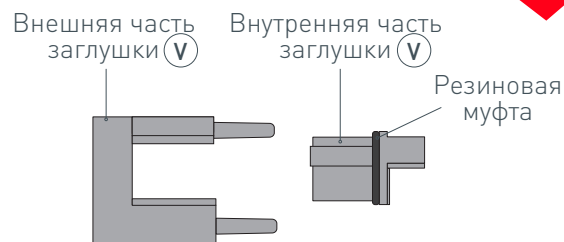
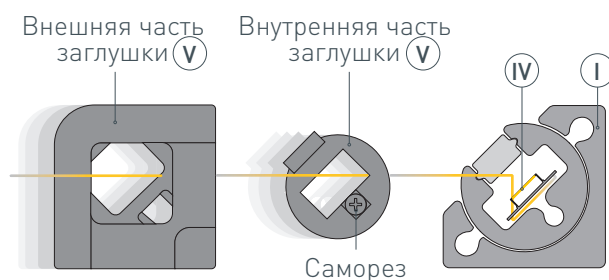

Рис. 3. Компоненты заглушки (V), вид сверху
Рис. 5. Установка внешней части заглушки (V) на профиль (I), вид сверху
- 4 / Между двумя компонентами заглушки (V) установите резиновую муфту из комплекта, как показано на рис. 3. Выведите наружу кабель питания светодиодной ленты (IV). Пропустите кабель питания через отверстие во внутренней части заглушки (V) и установите ее на профиль (I), как показано на рис. 4, зафиксировав саморезом из комплекта. Установите внешнюю часть заглушки (V) на профиль (I), как показано на рис. 5.